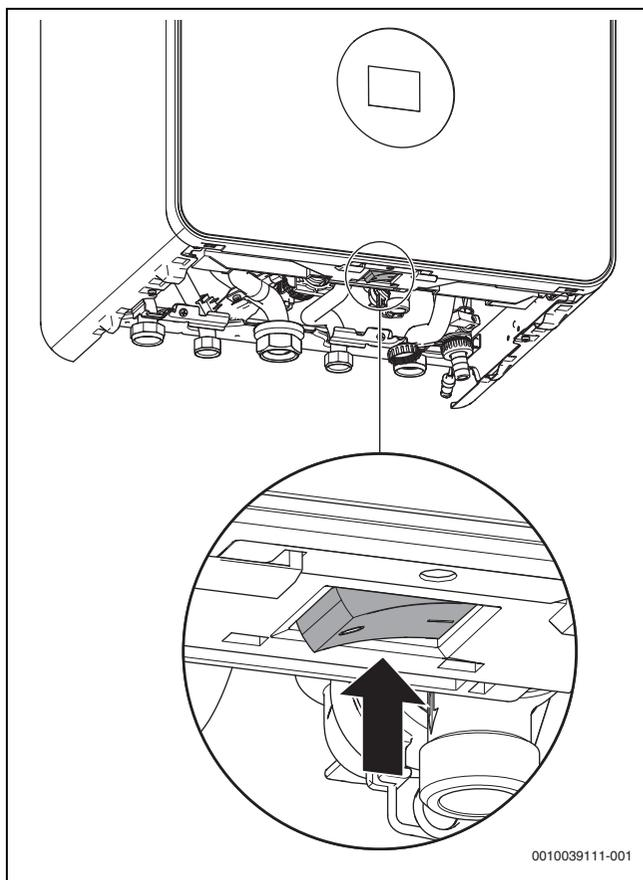

Рис. 1 Пусковой выключатель
- ▶ Выключите оборудование пусковым выключателем (→ рис. 1). (* Для конкретного рынка.)